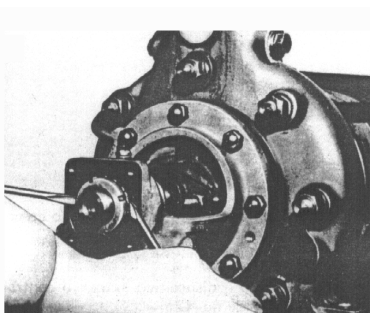

Fig. 4
- Con el Manguito de Traba liberado, extraer conjuntamente el Buje de Fijación del Rodamiento, la Chapa de Seguridad y el Manguito de Traba, utilizando dos destornilladores apoyados en el lado del mancal. (Ver fig. 4)